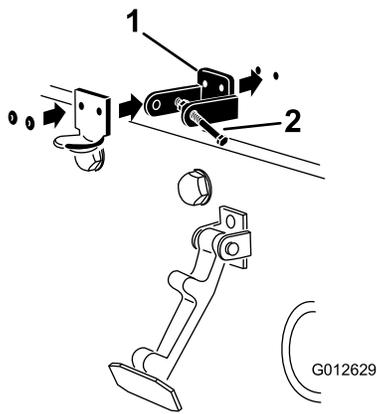

Figura 6
4. Alinee los taladros de montaje y posicione el cierre de seguridad para CE y el enganche del cierre sobre el capó (Figura 6).
6. Remache el seguro de cierre, el cerradero y las arandelas al capó (Figura 6).